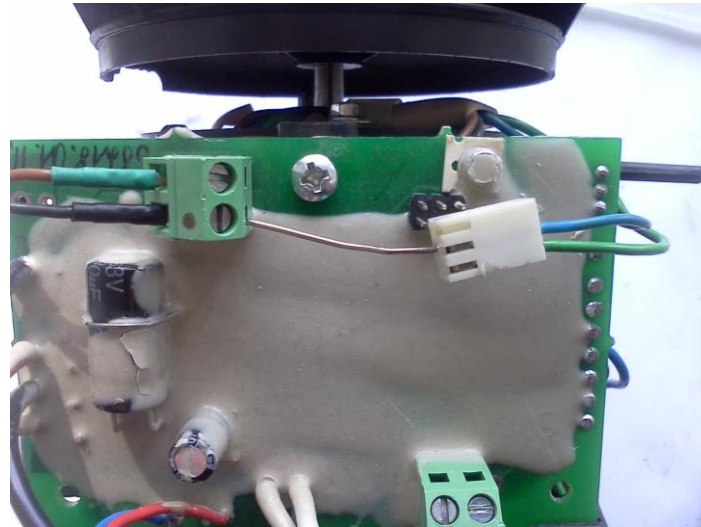

Fig.12 - Conexión de la señal de control (PWM) del motor para la prueba
- 2) Compruebe el funcionamiento del CA. Para hacer esto, use un puente, un cable delgado o un cable para cortocircuitar el cable azul (regleta blanca, PWM) con el contacto del cable negro (Fig. 12). En este caso el calentador debe estar alimentado, pero no encendido. Si el ventilador comienza a girar, el CA está funcionando bien.
- 3) Compruebe el CA por la ausencia de "puntos muertos". Para hacerlo, cambie la posición del ventilador y cierre el contacto del cable azul con el negro (Fig. 12), compruebe si el CA arranca en todas las posiciones. Si hay "puntos muertos", el CA está defectuoso.
- 4) Compruebe la capacidad de servicio del canal de medición de velocidad. Para hacerlo, cierre los contactos de los cables azul y negro (Fig. 12) y mida la frecuencia de impulso en el cable verde con el tester digital. Mientras el CA está ganando velocidad, la frecuencia de pulsos debe aumentar. Abra el contacto. El CA comenzará a perder velocidad, y la frecuencia de impulso comenzará a disminuir. Si no se cumple una de estas condiciones, el CA está defectuoso.